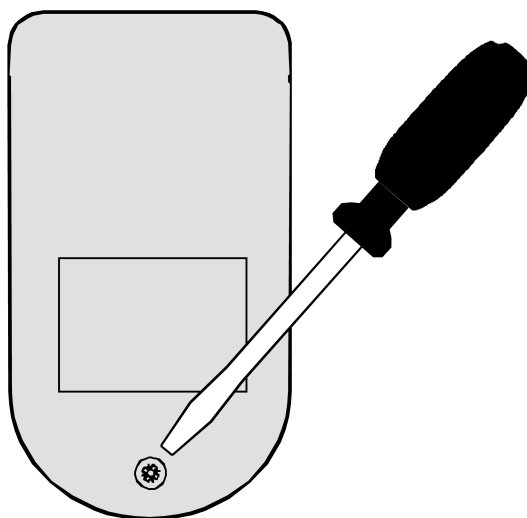

Figure 4: Desserrer la vis
- Desserrer la vis sur la face arrière du boîtier de l'émetteur manuel et ouvrir le boîtier (figure 4).